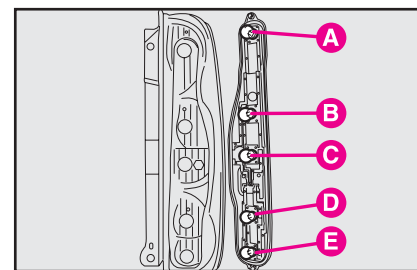

рис. 30
5) Для отсоединения разъема ослабьте винты, показанные стрелками на рис. 30.